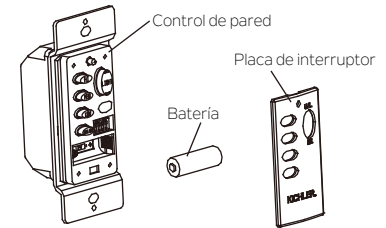

Fig. 14
Paso 3. Instalar la batería 23A 12V (incluida) con el sistema de control de pared y asegúrese de que esté asentada de forma correcta. Luego reemplace la placa del interruptor. (Fig. 14)